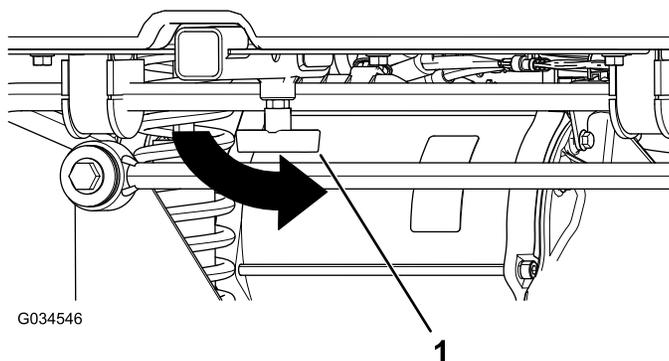

Figura 16
- Aperte a pega em “T” rodando-a no sentido contrário ao dos ponteiros do relógio (Figura 16).